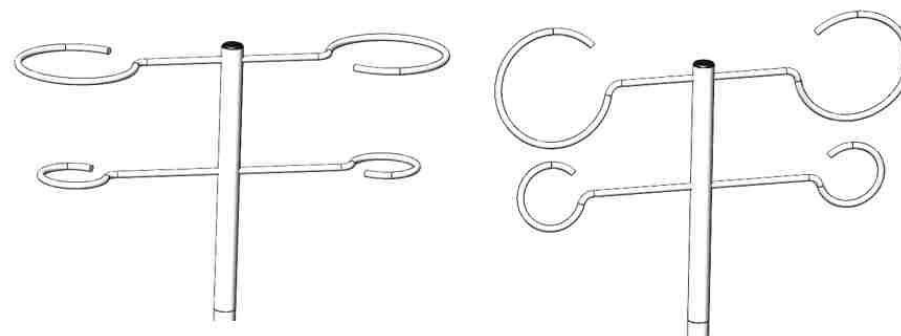
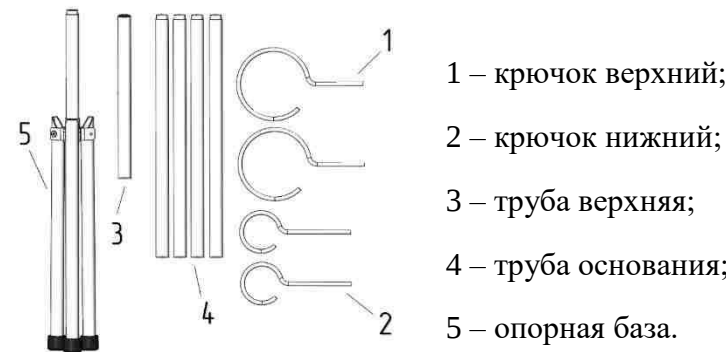

Рис. 3. Возможные положения крючков штатива:
Рис. 1. Устройство штатива для подвешивания инфузионных флаконов складного.
- присоединить нижнюю трубу основания к опорной базе (Поз. 5, Рис. 1).
- извлечь все комплектующие штатива (Рис. 1) из транспортного чехла;
- закрепить 2 верхних крючка (Поз. 1, Рис. 1) и 2 нижних крючка (Поз. 2, Рис. 1) в соответствующих резьбовых отверстиях верхней трубы (Поз. 3, Рис. 1) в нужном положении (Рис. 3);
- определить необходимую высоту штатива, соединить нужное количество секций трубы основания (Поз. 4, Рис. 1), ориентируясь на таблицу 3.
9.1 Устройство штатива представлено на Рис. 1 приложения А.